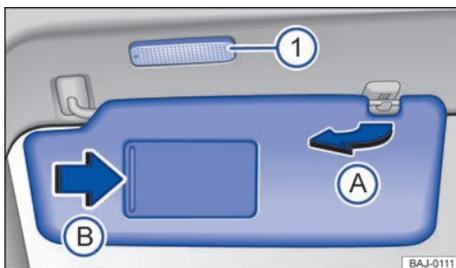

Fig. 97 En el revestimiento interior de la parte de lanterna del techo: parasol.
- Se pueden extraer del soporte y girar hacia las puertas → fig. 97 (A).
En la parte posterior del parasol hay un espejo de cortesía provisto de una tapa. Al desplazar la tapa → fig. 97 (B), se enciende una luz → fig. 97 (1).